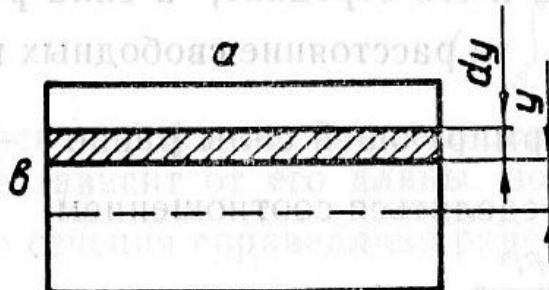

Рис. 7.
а) стержень имеет прямоугольное сечение (рис. 7), стороны которого равны a и b . Найдем интеграл (8) для этого случая: